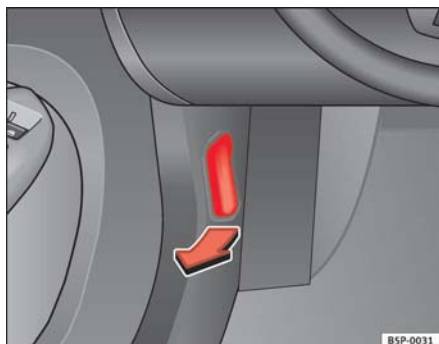

Fig. 141 Detalle de la zona reposapiés del lado del conductor: palanca para el desbloqueo del capó del motor.
- Tire de la palanca que se encuentra bajo el tablero de instrumentos ⇒ **fig. 141** en el sentido que indica la flecha. El capó queda desbloqueado por la acción resorte del muelle ⇒ **⚠**.